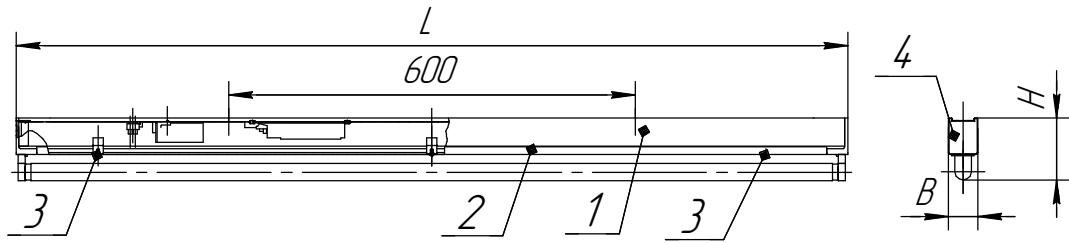
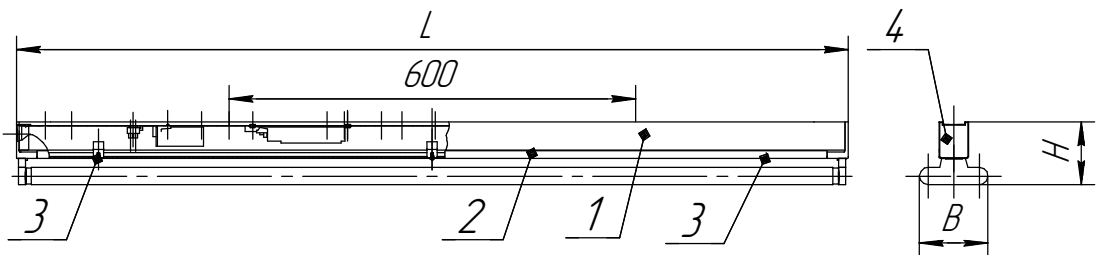

Рисунок 3. 1 - Корпус в сборе, 2 - Крышка, 3 - Винт, 4 - Крышка.
Рисунок 4. 1 - Корпус в сборе, 2 - Крышка, 3 - Винт, 4 - Крышка.
6.5 Закрепите крышку поз.2 винтами поз.3 (Рис.3 и Рис.4)